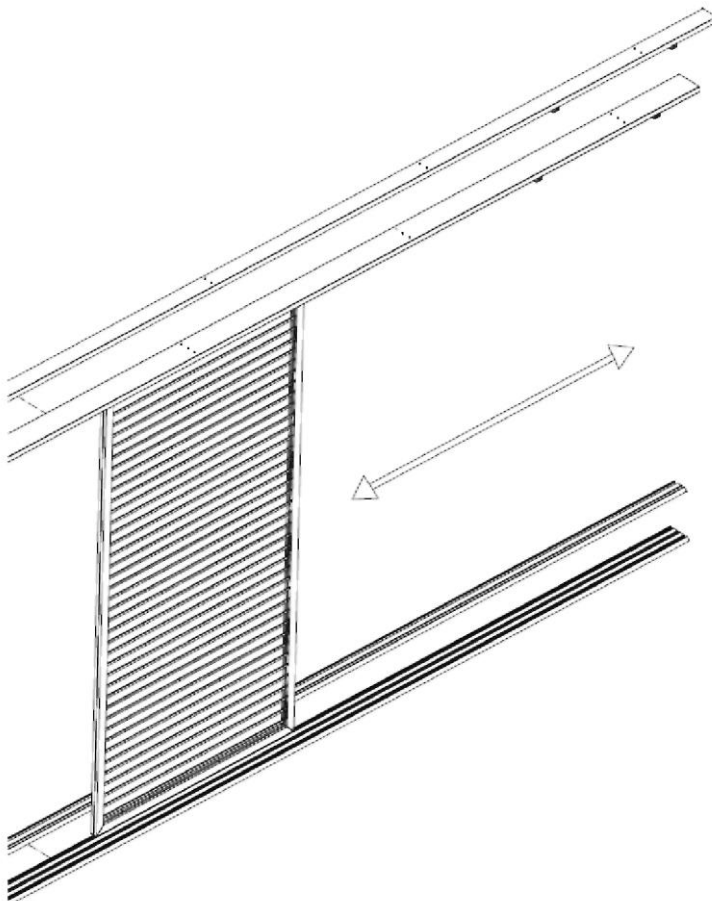

Abb. 8
8. Führen Sie eine Probeverschiebung der Rahmen über die gesamte Länge der Führung durch. Prüfen Sie die freie Beweglichkeit der Rahmen – ohne dass die Keile an den Profilwänden reiben und mit der Beibehaltung eines Spalts, der verhindert, dass die Unterseite des Rahmens aus der Rille fällt (Abb.8).